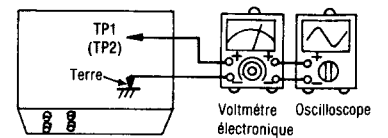

Fig. 6
1. Le raccordement de l'équipement d'essai est montré à la Fig. 6.